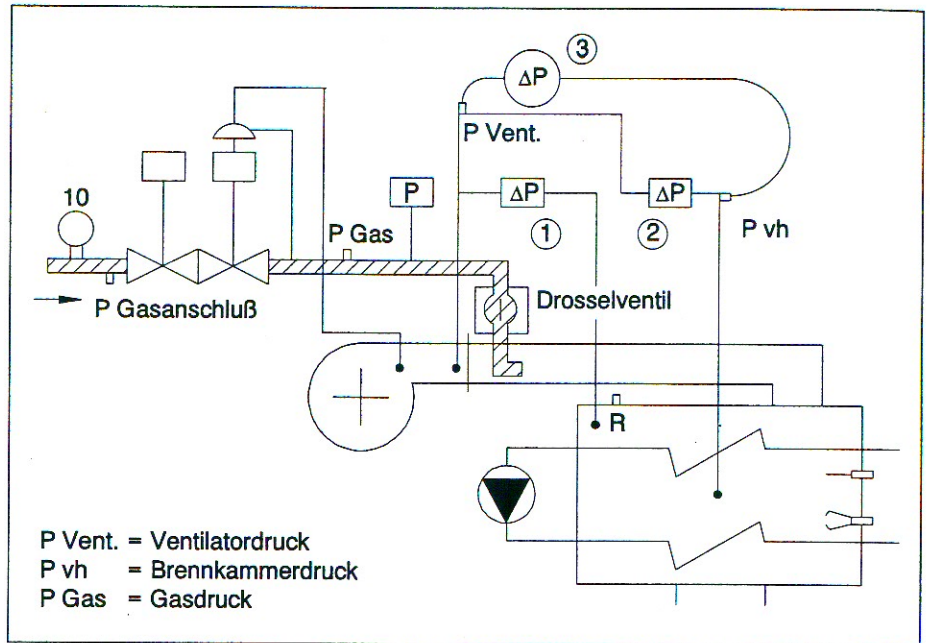

Abb. 12 Brennerdruck-Messung
Vollast Die Einstellwerte bei Vollastbetrieb müssen kontrolliert werden. Eine Änderung, speziell am Schmetterlingsventil in der Gasstraße darf nicht vorgenommen werden. Mit dem Simulationsschalter wird der Brenner auf Vollast gebracht. Der Gasfließdruck wird gemessen (siehe Abb. 12).
Der Brennerdruck wird bei Vollast gemessen zwischen P(Vent) (1) und P(vh) (2) gemäß Abbildung 12. Die Werte müssen im Prüfprotokoll eingetragen werden. Diese dienen als Vergleichswerte zu späteren Messungen. Differenzen, die sich bei späteren Messungen ergeben, sind ein Anhaltspunkt für den Verschmutzungsgrad des Brenners.
Der ►COMPACT◀ ist standardmäßig mit nachstehenden Funktions- und Störmeldungen ausgerüstet (Abb. 12).